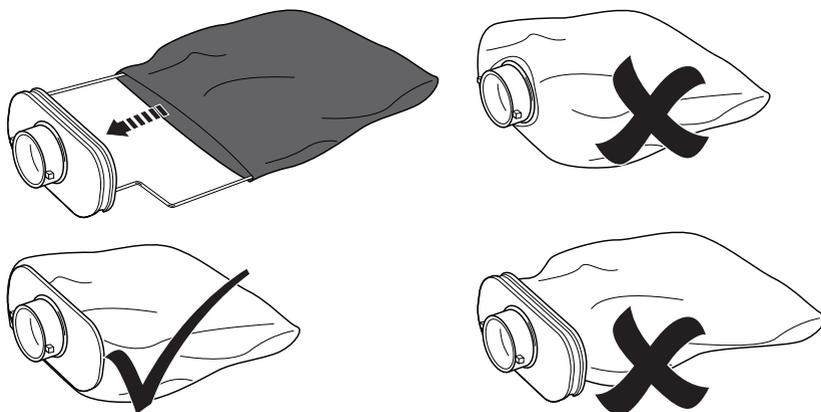

Fig. 11
- > Remettez le sac [8a] sur le connecteur [8c] (Fig. 11) et refixez-le sur l'outil.